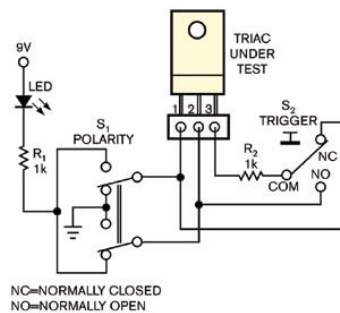

图 11 电路原理图
②从根本上解决通常如图 11 电路原理图所产生的问题。从图 11 看出, 以前实验者们往往会通过一个开关下面的电路来转换测试信号的极性, 此方法略微“笨拙”, 且持续时间上不好把控。